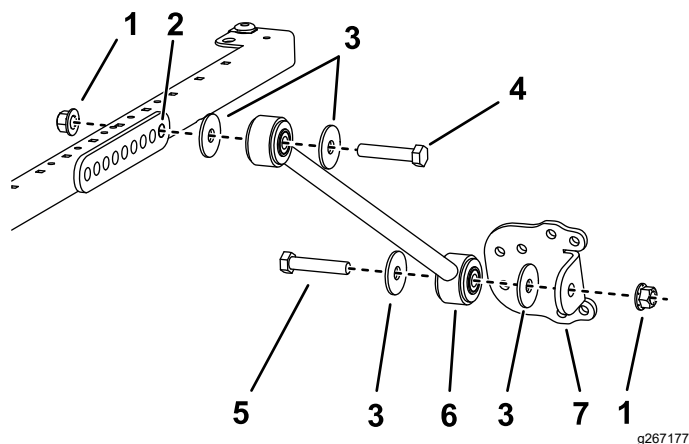

Figure 33
raidisseur à l'aide d'un boulon (1/2" x 2 1/2"), d'une rondelle (1/2") et d'un écrou à embase (1/2"), comme montré à la Figure 33.
11. Fixez légèrement un support à chaque renfort à l'aide d'un boulon ($\frac{1}{2}$ " x $2\frac{1}{2}$ "), d'une rondelle ($\frac{1}{2}$ ") et d'un écrou à embase ($\frac{1}{2}$ "), comme montré à la Figure 33.